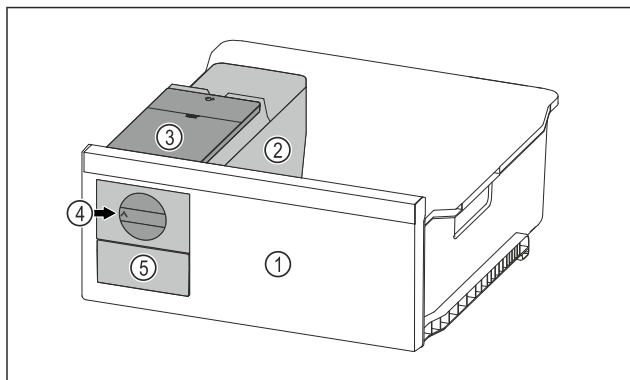

Fig. 96 Ilustrační zobrazení
- Otočte otočný knoflík Fig. 96 (4) ve směru hodinových ručiček až na doraz.
- Kostky ledu padají z misky na kostky ledu do zásuvky na kostky ledu Fig. 96 (5). Pokud se ze misky na kostky ledu neuvolní všechny kostky ledu: